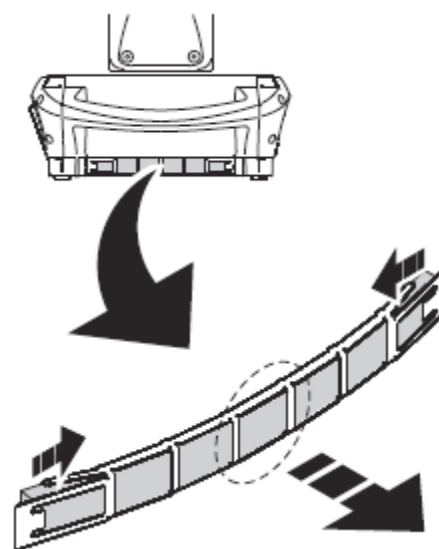

Рисунок 18. Воздушные фильтры в основе
3. См. рисунок 18. Со всех сторон основы сожмите держатели воздушных фильтров по бокам, как показано на рисунке, а затем потяните держатели наружу по центру, чтобы открепить и извлечь их.